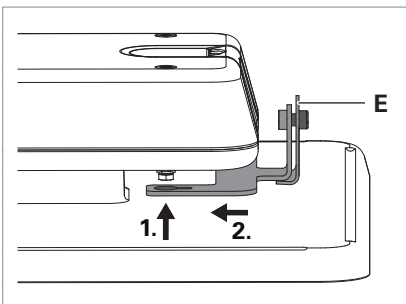

Fig. 10: Accrocher l'équerre de fixation au luminaire.
- ▶ Accrochez l'équerre de fixation **E** au luminaire, voir Fig. 10.